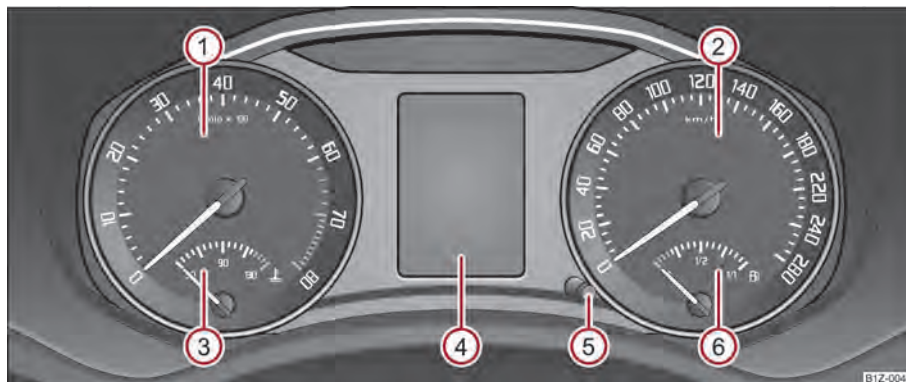

Fig. 2 Combiné d'instruments
La zone rouge du cadran du compte-tours ① ⇒ fig. 2 représente la zone dans laquelle le calculateur du moteur commence à limiter le régime moteur. Le calculateur du moteur limite le régime moteur à des valeurs limites sûres.
L'indicateur de température du liquide de refroidissement ③ ⇒ fig. 2 ne fonctionne que si le contact est mis.
La jauge de carburant (6) ⇒ fig. 2 ne fonctionne que si le contact est mis.
Le compteur journalier repasse à zéro si vous appuyez pendant 1 seconde environ sur le bouton (5) ⇒ fig. 2.
Vous pouvez à tout moment faire afficher le trajet restant encore à parcourir et le nombre de jours jusqu'au prochain entretien à l'aide de la touche  → fig. 2.
Vous pouvez remettre à zéro les indicateurs de la périodicité des entretiens également au moyen du bouton  → fig. 2.
Vous pouvez régler l'heure avec le bouton rotatif  → fig. 2.